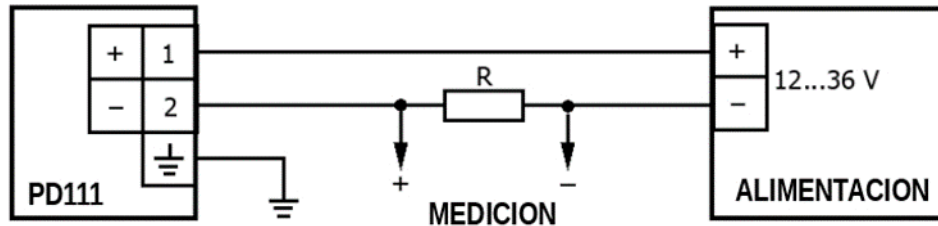

Fig. 4.1 External view
**No presione hacia afuera el soporte del terminal (5) utilizando el orificio del tornillo o el racor del cable (4).**
- Conectar el extremo del cable de acuerdo al diagrama de conexión (Fig. 4.1).
- Desajustar los terminales del soporte de terminal (5), conectar el extremo del cable según el diagrama de conexión (Fig. 4.1) y ajustar nuevamente los terminales.
- Colocar nuevamente el soporte de terminal (5) y el racor del cable en la carcasa (6).
- Cuando se ajuste el racor del cable (4) asegurarse que el racor del cable esté acoplado correctamente y que el sello del cable (3) no tenga daños.
- Conectar el soporte de terminales ensamblado (2+5+6) a los contactos (7).
- Apretar el tornillo (1).